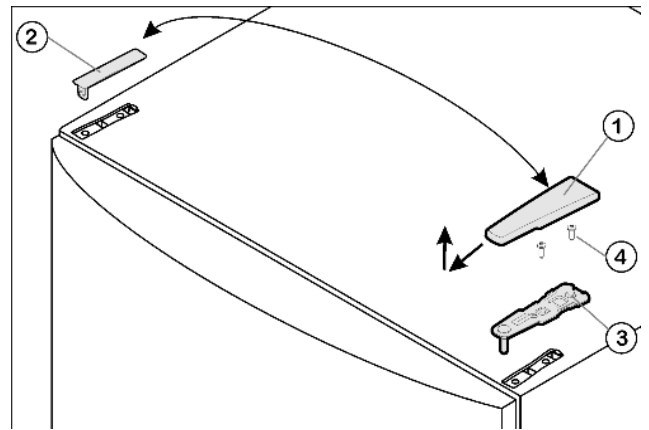

Fig. 4
- Tirer le cache Fig. 4 (1) vers l'avant et l'enlever par le haut.
- Retirer le cache Fig. 4 (2).
- Dévisser la charnière supérieure Fig. 4 (3)(2 vis Torx 25) Fig. 4 (4) et l'enlever par le haut.
- ▶ Placer la charnière supérieure Fig. 4 (3) sur le nouveau côté charnière dans la porte.
- ▶ Visser la charnière supérieure **avec un couple de serrage d'au moins 4 Nm** (2 fois Torx 25) Fig. 4 (4). Pointer les trous de vissage ou utiliser une visseuse sans fil.
- ▶ De l'extérieur, poser puis encliqueter le cache Fig. 4 (1) et le cache Fig. 4 (2) sur le côté opposé.